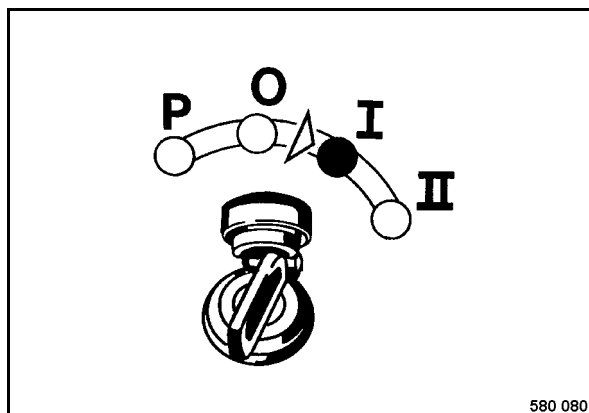

Fig. 117
- Girar la llave de encendido (Fig. 117) a posición „I“.